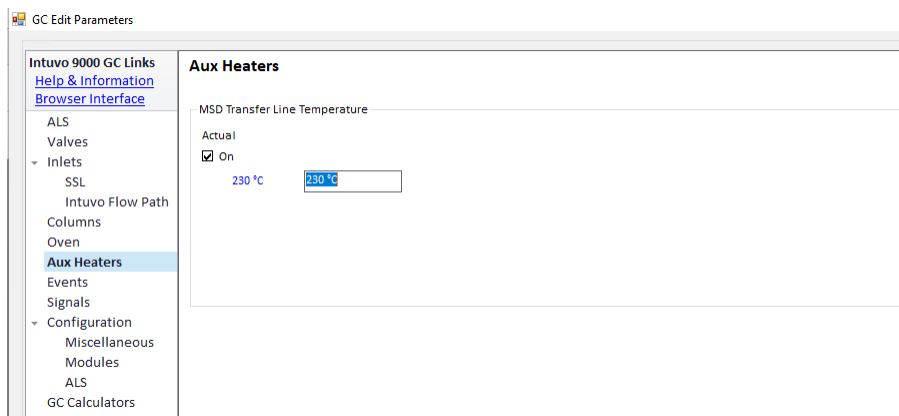

Figure 29. Réglage de la température de l'interface
- 2 Dans la colonne de gauche, sélectionnez **Aux Heaters** (Chauffages auxiliaires) pour afficher les réglages de **MS Transfer Line Temperature** (Température de la ligne de transfert du MS). (Voir **Figure 29**.)